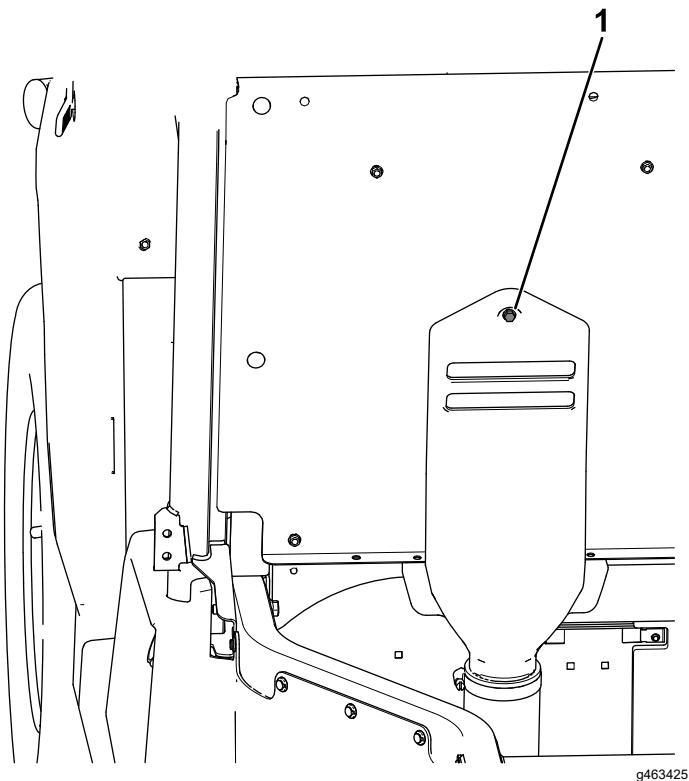

Figure 24
B. Insérez le boulon captif fixé au capot d'admission CVT dans le trou du panneau de siège indiqué (Figure 24).